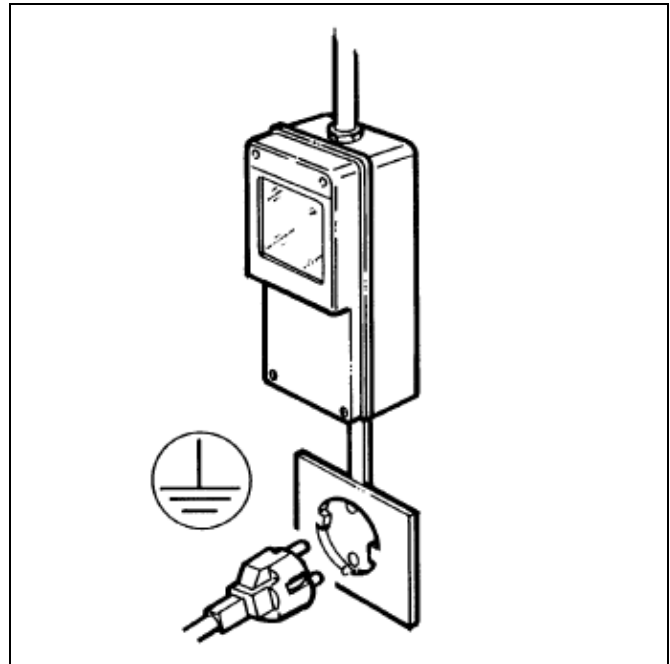

Abb. 3
- **Vergewissern Sie sich, dass das bauseitige Stromnetz, an welches das Gerät angeschlossen werden soll, den Anforderungen der einschlägigen Sicherheitsvorschriften entspricht und zuverlässig geerdet ist (Abb. 3). Der Hersteller kann nicht für eventuelle Schäden durch ein Fehlen der Erdung der Anlage haftbar gemacht werden.**
- **Für eine korrekte und sichere Installation ist es unerlässlich, dass der Steckdose ein Fehlerstromschutzschalter mit mindestens 3 mm Kontaktöffnung vorgeschaltet wird, in Konformität mit den gesetzlichen Sicherheitsvorschriften (Abb. 3).**